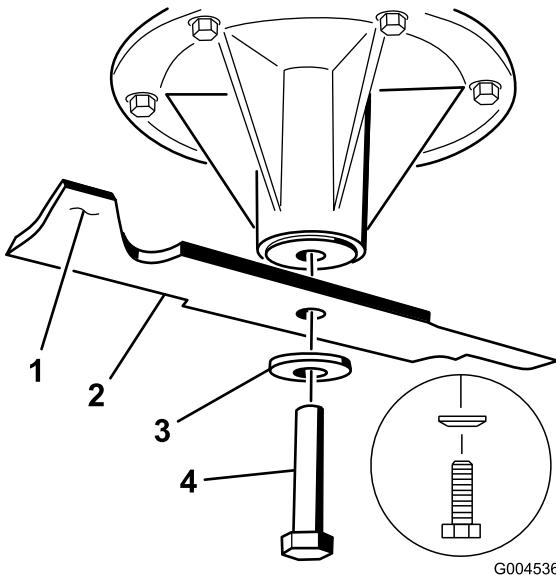

図 83
1. スピンドル・シャフトにブレードを取り付ける(図 83)。
2. スプリングディスクとブレードボルトを取り付けるスプリングディスクは、円錐部をボルトの頭に向けて取り付ける(図 83)。各ブレードボルトを85~110ft.-lb (115~150Nm = 11.8~15.2kg.m)にトルク締めする。